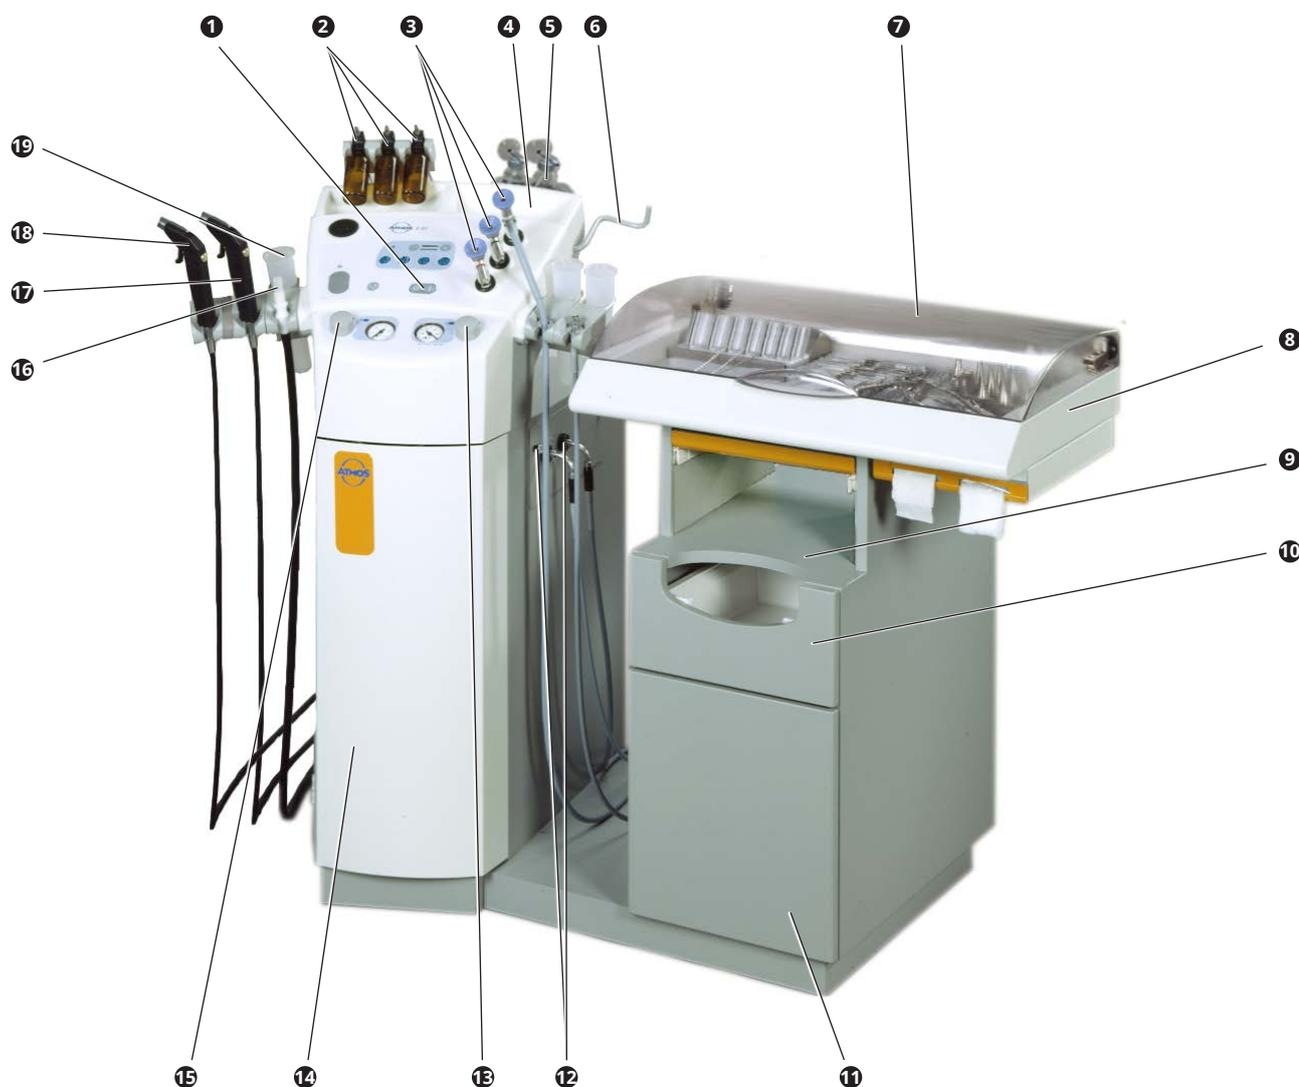

Fig. 1. ATMOS C 21 / C 31 Vista frontal
- La ATMOS C 21 / C 31 se pone en marcha activando el interruptor general (❶, fig. 1, pág 8).